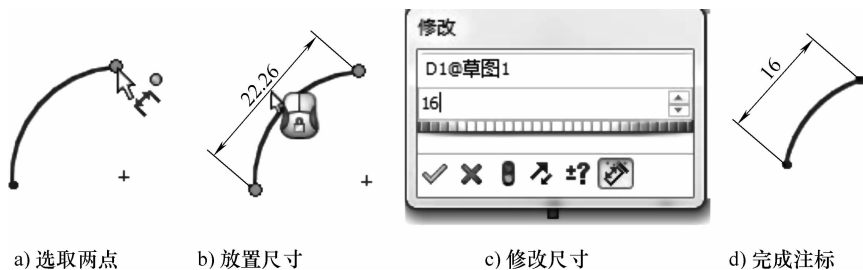

图 2-64 圆弧对应弦长的标注
3) 圆弧对应弦长的标注。分别选取圆弧的两个端点, 拖出的尺寸即为圆弧对应弦长的线性尺寸, 单击鼠标确定尺寸位置, 同时弹出【修改】对话框, 在【修改】对话框中输入尺寸数值, 单击按钮, 完成该圆弧对应弦长的尺寸标注, 如图 2-64 所示。